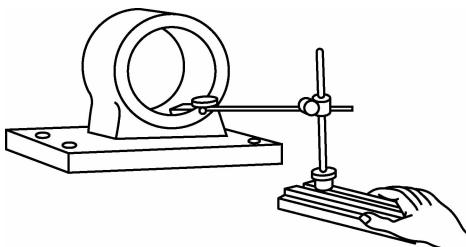

图 1-26 使用杠杆百分表检查平行度
(3) 杠杆百分表体积较小,也适合用来检查孔的轴心线与底平面的平行度,如图 1-26 所示。